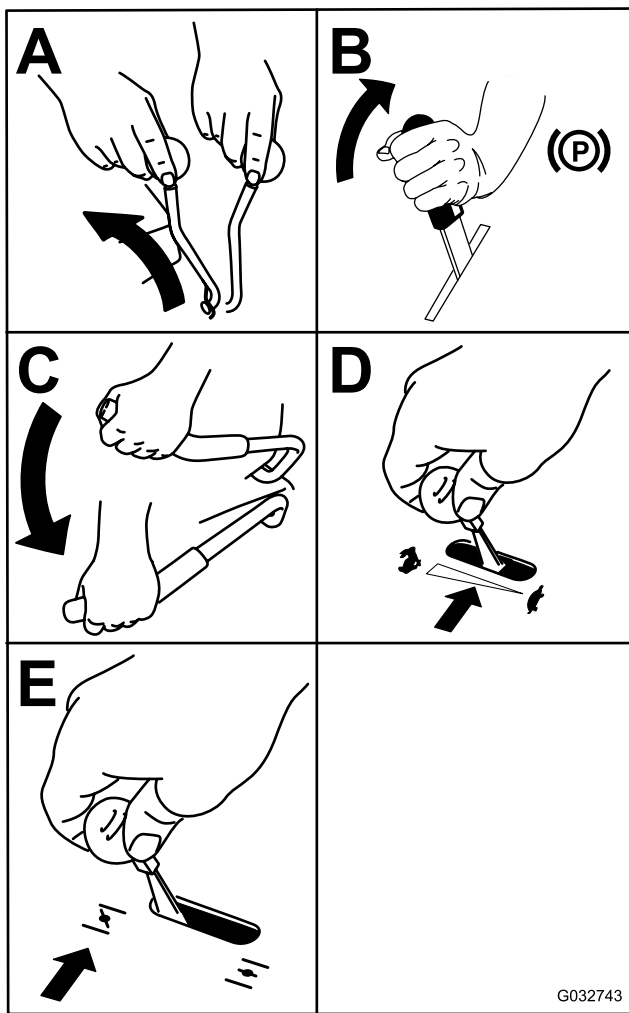

Figura 23
3. Mova a alavanca de engate da PTO para a posição DESLIGAR (Figura 23).
6. Rode a chave da ignição para a posição ARRANQUE ( ). **Figura 23** Quando o motor arrancar, solte a chave.